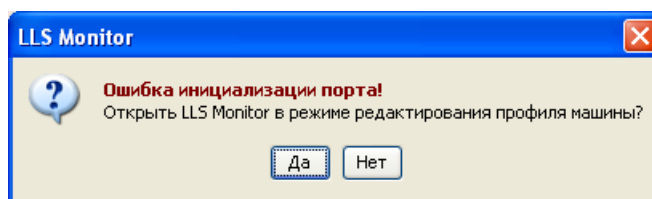

Рисунок 11
- 3) В случае если появилось сообщение: «Ошибка инициализации порта» (Рисунок 11), нажать «Нет» и изменить настройки подключения к изделию (п. 3.5.1).